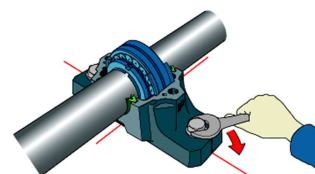

Figura 10 Schieramento
- SCHIERARE LA BASE DEL SOPPORTO AIUTANDOSI TRAMITE LE INCISIONI DI ALLINEAMENTO VERTICALI (POSTE A METÀ DI OGNI FACCIATA DELLA BASE) E SERRARE LEGGERMENTE I BULLONI DI FISSAGGIO, figura 10.